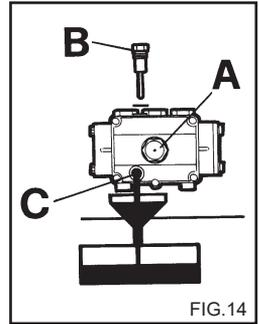

FIG. 14
- 2) Skru proppen af ved hjælp af oliepipinden (fig. 14).